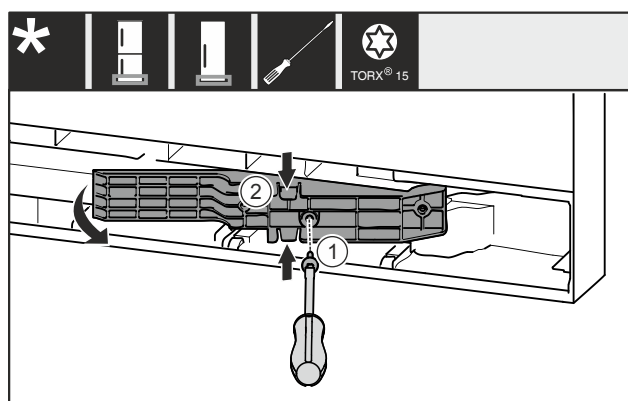

Fig. 20 *
- Retirer la vis Fig. 20 (1).*
- Compresser légèrement l'adaptateur Fig. 20 (2) par le haut et le bas et le retirer.*